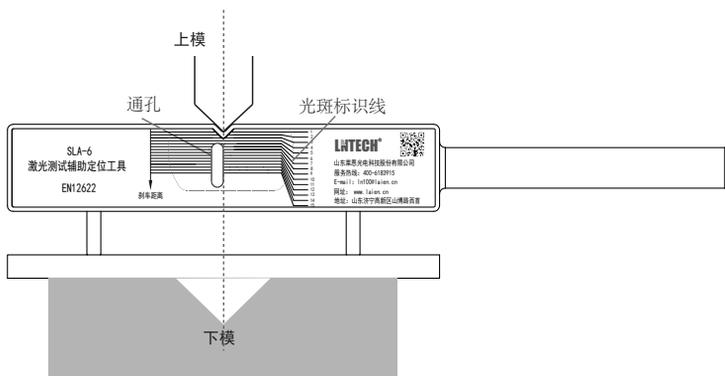

图 6-1 SLA-6 辅助定位工具
3. 如图 6-1 所示，将“辅助定位工具”平放在下模上，接近发光器侧，上模以安全速度 ( $\leq 10\text{mm/s}$ ) 下行，使上模模尖紧压在“辅助定位工具”的凹槽内，停车。